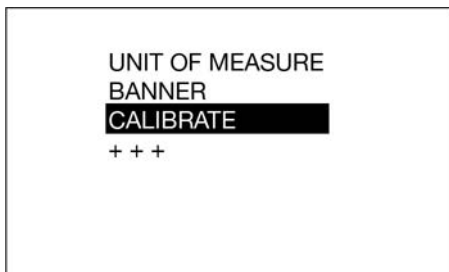

图 25
5. 使用键盘上的向上或向下箭头按钮高亮显示校准(图 25), 然后按键盘中央的 ENTER 按钮选择“校准”选项。